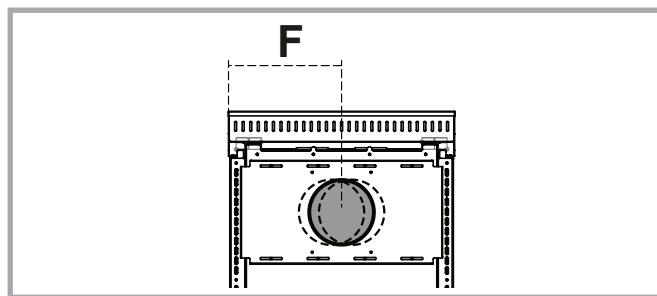

Abb. 12b - Rückansicht des Holzherdes und Darstellung der min. und max. Verschiebung des Rauchausgangs auf der Rückseite mit der zusätzlichen Anschlussplatte.
Bei allen Modellen ohne Backofen kann der Rauchausgang von rechts nach links und umgekehrt geändert werden. Außerdem ist es möglich, die horizontale und vertikale Position zu verstellen, um sich bestmöglich der Installation des Anschlussstutzens an den Rauchabzug anzupassen. Für die horizontale Regulierung müssen die 8 Schrauben der Anschlussplatte gelockert werden und sobald sich diese an der richtigen Position befindet, wieder angezogen werden. Zur Änderung der Rauchausgangsposition von rechts nach links genügt es, die Anschlussplatte abzunehmen, komplett zu drehen und wieder zu befestigen. Auf Anfrage kann Rizzoli eine zusätzliche Anschlussplatte mit Rauchausgang in den mittleren Positionen liefern (siehe Abb. 12b). Für die horizontale und waagrechte Regulierung stehen des Weiteren, dank im Lieferumfang enthaltenden Anschlussstutzen mit Bajonettverschluss, jeweils 1 cm Toleranz zur Verfügung (siehe Kapitel 2.11). In den folgenden Tabellen sind für jedes Modell die Mindest- und Maximalmaße in mm angegeben. Diese beziehen sich auf die Rauchausgangs-Mitte bis zur Außenseite. Auf Anfrage ist es möglich, eine zusätzliche Anschlussplatte für den Rauchausgang in den mittleren Positionen zu bestellen. Bei Bestellung dieser Platte muss die Rauchausgangs-Mitte (X) angegeben werden. Diese Anschlussplatte ermöglicht horizontal einen Spielraum von  $\pm 20$  mm.